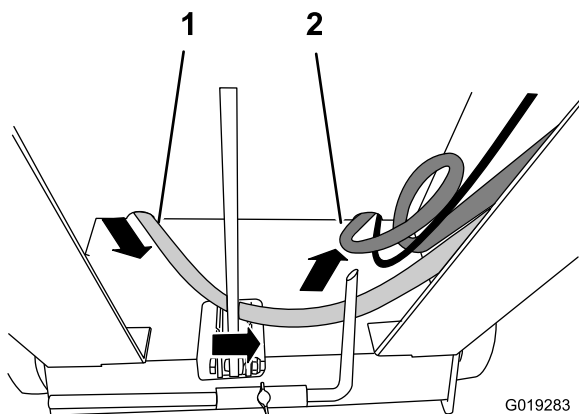

Figura 31
- A. Introduzca la manguera de agua por el hueco situado en la esquina inferior delantera de la consola (Figura 31).
- B. Desde dentro de la consola, empuje la manguera de agua a través del hueco de la esquina inferior delantera de la consola hasta que salga por el otro lado (Figura 31).